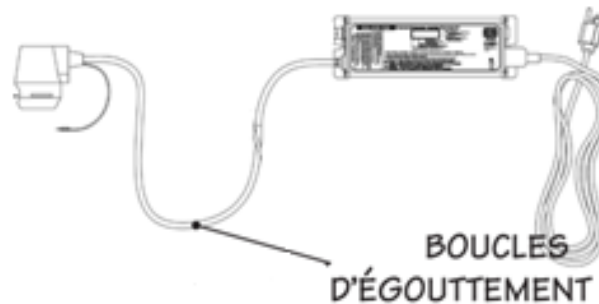

FIGURE 1C
- Le contrôleur devrait être installé au-dessus ou à côté de la chambre du réacteur. Afin d'empêcher que de la condensation s'écoule sur le fil et cause un risque latent d'incendie, ne jamais l'installer à la verticale avec, le raccord d'alimentation électrique en partie basse. Des boucles d'égouttement sur tous les fils branchés au contrôleur du ballast sont fortement recommandées (Figure 1C).
- Former une demi-boucle avec le câble d'alimentation électrique, le câble du capteur et le câble de la lampe (Figure 1C), ce qui empêchera que l'eau s'écoule le long d'un câble et s'introduise dans un accessoire électrique ou dans le contrôleur.